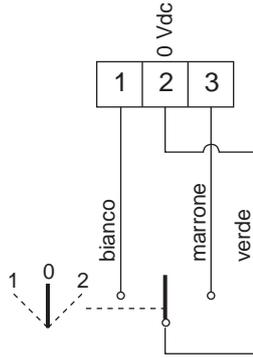

Fig. 13
- 1. - 2. - 3. Collegamento del selettore funzioni (fig.1-rif.12) come da fig.13.
Il collegamento elettrico del selettore è indicato in fig. 13. Le funzioni operative selezionabili sono indicate in fig. 24.